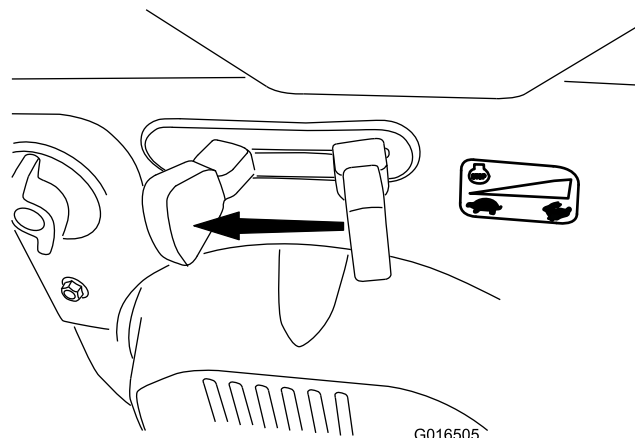

Figura27
1. Mutați clapeta de accelerație în poziția de deplasare LENTĂ și apoi în poziția de OPRIRE (Figura27) pentru a opri motorul. Motorul poate fi oprit și trăgând cheia de contact în exterior, spre poziția de mijloc.